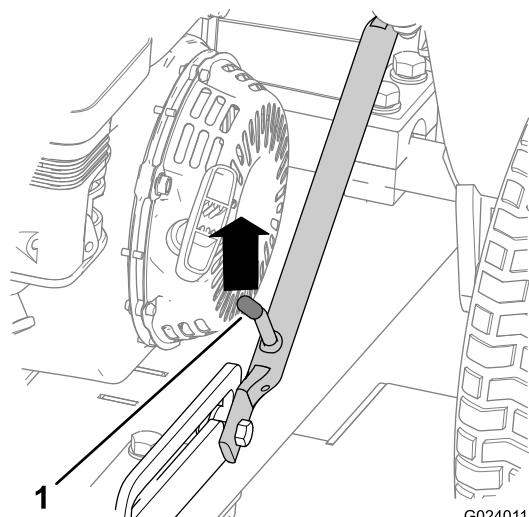

図 6
3. ラッチレバーがスライドディテントから外れるまで、ヒッチアセンブリを押し上げる図6。